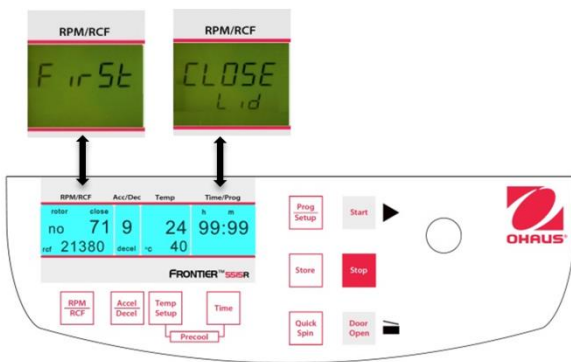
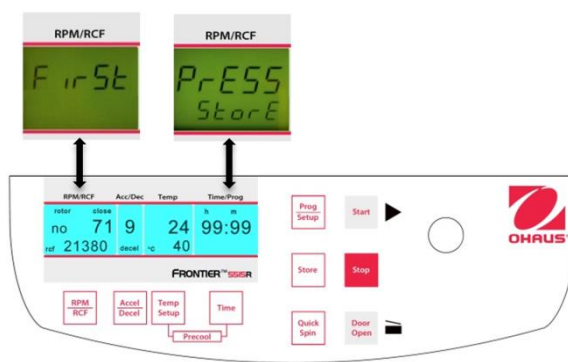

Figure. 23
Figure. 24
Fermer le couvercle de la centrifugeuse. Procéder dorénavant selon la description précédente afin de définir tous les paramètres importants de la centrifugation. Si le couvercle n'est pas fermé lors de la mémorisation du programme, les mots **"FirSt"** et **"CLOSE Lid"** (voir la figure 23) clignotent alternativement sur l'affichage **"RPM/RCF"** (A-1). Si la centrifugation doit être démarrée sans mémorisation du programme, les mots **"First"** et **"PrESS StoreE"** (voir la figure 24) clignotent alternativement sur l'affichage **"RPM/RCF"** (A-1).
Pour adapter les données, appuyer sur la touche **"Store"** (12) (voir les figures 23 et 24) pendant 1 seconde environ. Si le programme est correctement mémorisé, le mot **"StoreE"** apparaît sur l'affichage **"RPM/RCF"** (A-1). Ceci aura pour effet de faire disparaître le mot **"programm"** (M10).